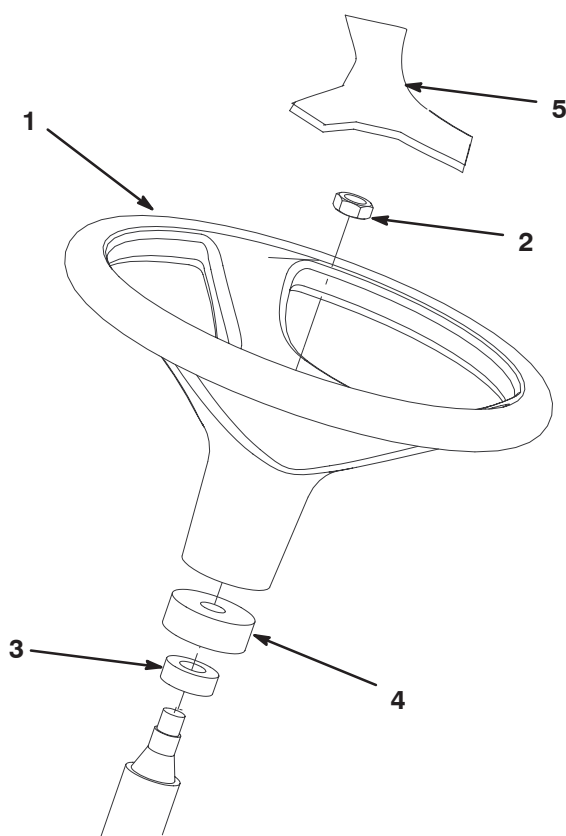

Figure 2
1. Déposez le volant du socle. Retirez le moyeu du volant (Fig. 2).
2. Retirez l'écrou de blocage de l'arbre de direction. Vérifiez que la bague en mousse et le pare-poussière sont montés sur l'arbre de direction (Fig. 2). Insérez le volant sur l'arbre de direction.